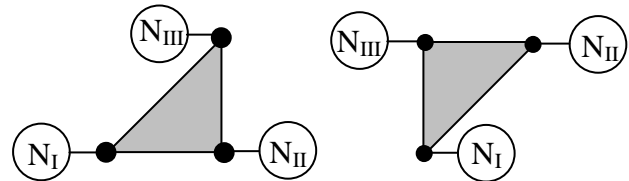

Figure 5 – convention de numérotation locale
- 1) En utilisant la convention de numérotation locale de la figure 5, assembler la matrice et le second membre du système linéaire associé au modèle élément fini. Résoudre ce système et exprimer les températures en fonction des données du problème.